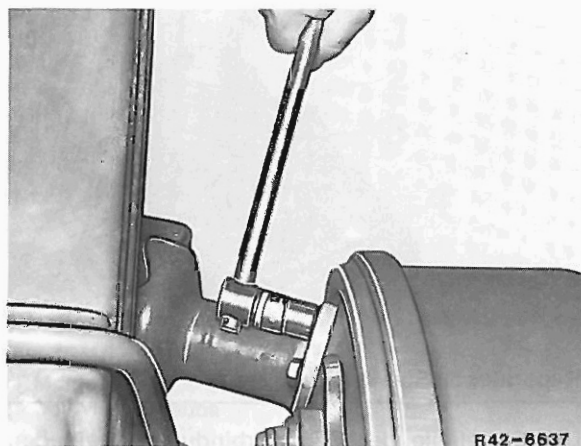

Bild 43/24
- 6 Beide Druckluftleitungen vom Bremszylinder abschrauben, gegebenenfalls vorher Bremszylinder vom Bremsträger abschrauben (Bild 43/24). Zuerst vordere- dann hintere Leitung abschrauben.